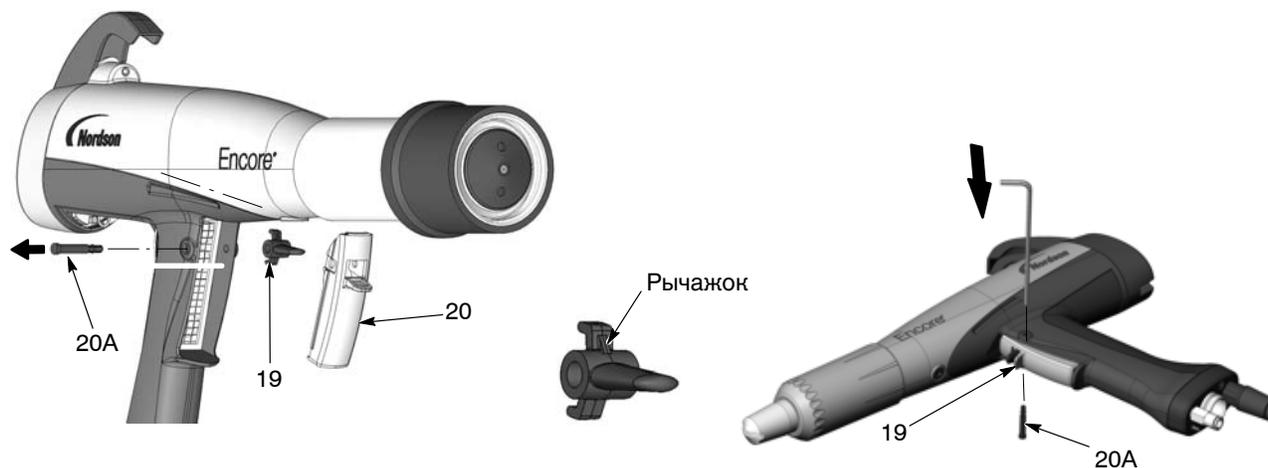

Рис. 6-7 Извлечение оси и спускового устройства из рукоятки
3. См. рис. 6-7. Положить распылитель на твердую поверхность тонким концом оси спускового устройства (20А) вверх.
5. Снять с рукоятки спусковое устройство (20) распылителя, приводной элемент (21, не показан) и клавишу продувки (19).